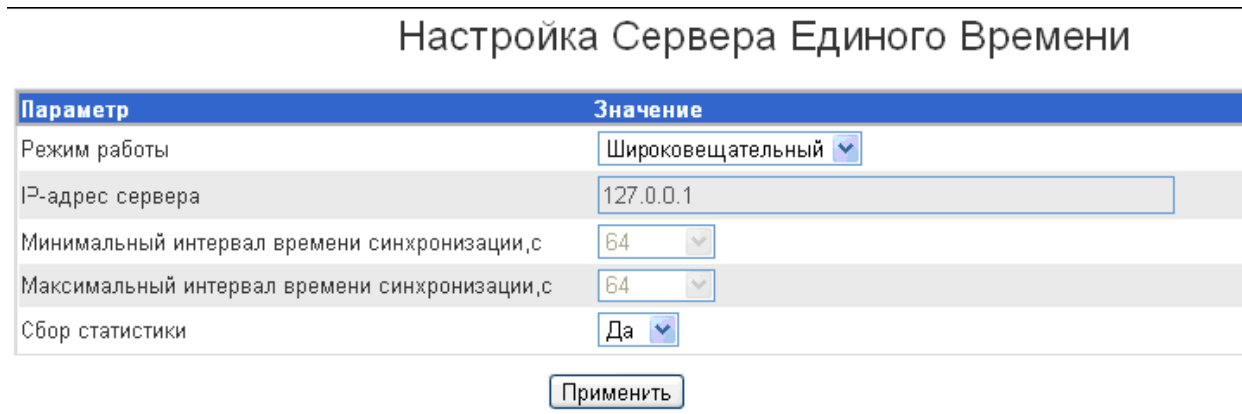

Рисунок 3.6 – Настройка сервера единого времени
- 2 В открывшейся странице «Настройка Сервера Единого Времени» (рисунок 3.6) задать следующие параметры: